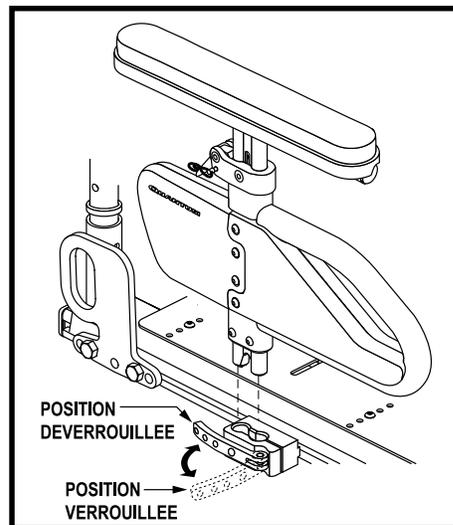

Figure 17. Enlèvement/Installation accoudoir montant unique à réglage rapide de la hauteur
1. Tournez le levier de blocage de l'accoudoir vers l'arrière. Voir la figure 17.
1. Placez le module d'accoudoir dans le verrou de montage. Voir la figure 17.